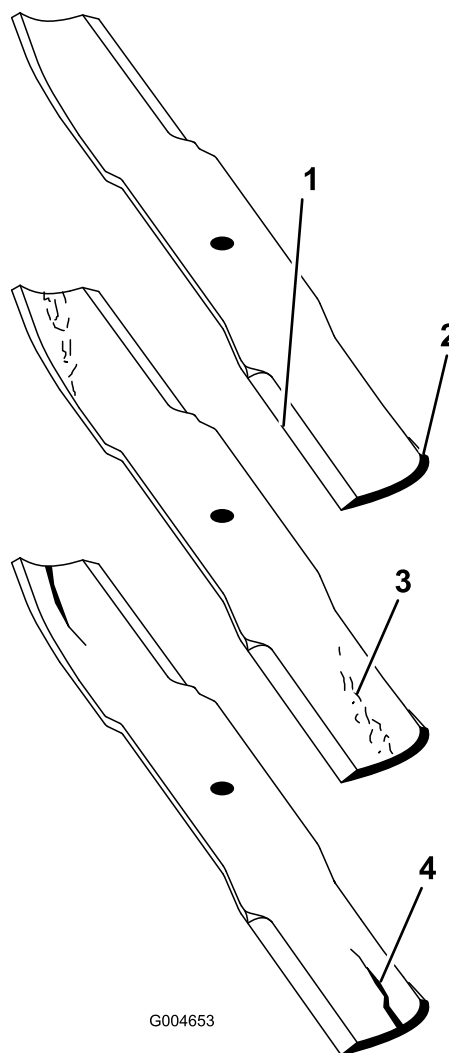

Bild 86
2. Prüfen Sie die Schnittkanten des Messers sorgfältig, insbesondere dort, wo die geraden Flächen die gebogenen berühren (Bild 86).
Hinweis: Da Sand und anderes reibendes Material das Metall abschleifen kann, das die flachen mit den gebogenen Teilen verbindet, müssen Sie das Messer vor jedem Einsatz des Rasenmähers prüfen. Wenn Sie Abnutzungen (Bild 86) feststellen, sollten Sie das Messer auswechseln.